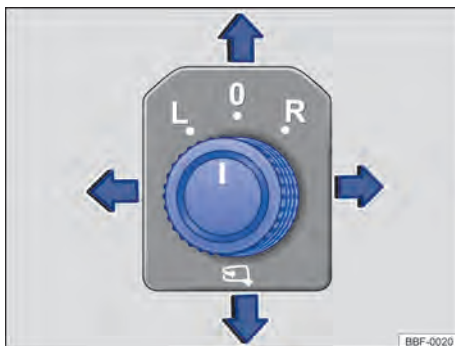

Fig. 80 Na porta do condutor: botão rotativo de ajuste dos espelhos retrovisores externos elétricos.
- Girar o botão rotativo na porta do condutor até o símbolo desejado → Fig. 80.